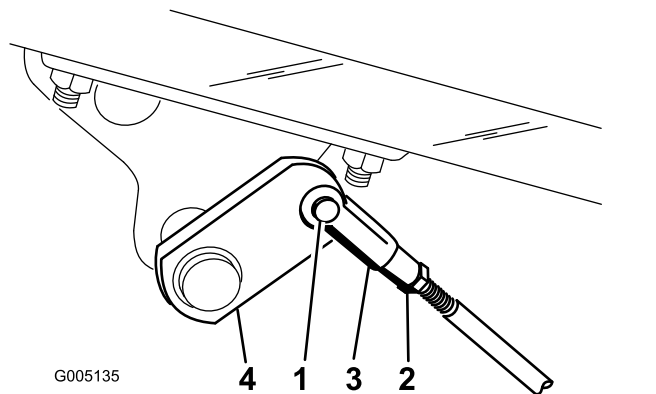

Figura 56
2. Nel caso in cui i freni non si blocchino in modo uniforme, togliete la coppia ed il perno del cavallotto per scollegare le aste dei freni (Figura 56).
3. Allentate il controdado e regolate il cavallotto come opportuno (Figura 56).
4. Montate il cavallotto sull'albero del freno (Figura 56).